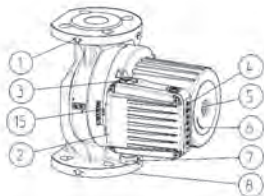
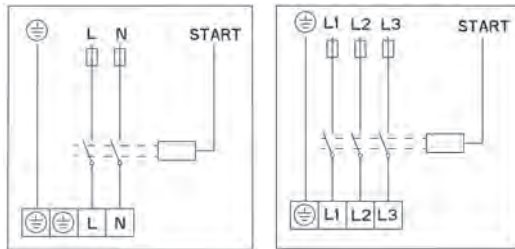

fig. 1
fig. 3
- la pompa va montata direttamente nelle tubature mantenendo orizzontale l'asse della pompa 1-1 (fig. 3).
- la direzione del flusso dell'acqua attraverso la pompa deve coincidere con la direzione della freccia sul telaio della pompa (fig. 1-POS.1).
- le flange di montaggio sono PN 6/10 (fig. 1 – POS. 8)
- GHN (basic auto), GHNM (basic, auto) – le pompe dispongono di un telaio idraulico semplice (fig. 1 – POS. 8)
Il conduttore di allacciamento viene collegato tramite il raccordo M20 (fig. 1 - POS. 7).
Il collegamento elettrico va effettuato secondo lo schema di collegamento (fig. 3) riportato sulla parte inferiore del coperchio del motore. Prima del eseguire il collegamento bisogna svitare il coperchio superiore (fig. 1 - POS. 2)
Nelle pompe di tipo GHN (basic, auto), GHND (basic, auto), GHNM (basic, auto), GHNMD (basic, auto) il rotore è immerso nell'acqua è posto su particolari cuscinetti lubrificati con l'acqua e perciò prima dell'avviamento bisogna riempire la pompa con l'acqua ed eliminare l'aria. L'aria va eliminata dalle pompe svitando la vite sul lato posteriore dell'elettromotore (fig. 1 - POS. 5) che determina l'uscita dell'aria attraverso la fessura tra l'albero del motore ed il cuscinetto. Quando comincia a uscire l'acqua bisogna chiudere le valvole dal lato dell'aspirazione e quello della pressione della pompa e avviare la pompa. Se l'albero gira nella direzione sbagliata comincerà a lampeggiare l'indicatore rosso.
Ogni pompa è capace di coprire l'area di tre caratteristiche idrauliche. Ciò viene reso possibile grazie al montaggio di un elettromotore dotato di tre differenti velocità. Per ottenere le caratteristiche prescelte ovvero le velocità, ① ② ③ la pompa dispone di un tasto da premere  (fig. 1-POS.4) con il quale si commutano le velocità.
Spegnere la pompa, chiudere le valvole sulla parte di pressione e di aspirazione della pompa, svitare le vite di sfiato con il cacciavite (fig. 1-POS.5) che va immesso nell'intaccatura sull'albero. Questo va girato fino a che non svanisce la forza di attrito. Stringere quindi le vite di sfiato.